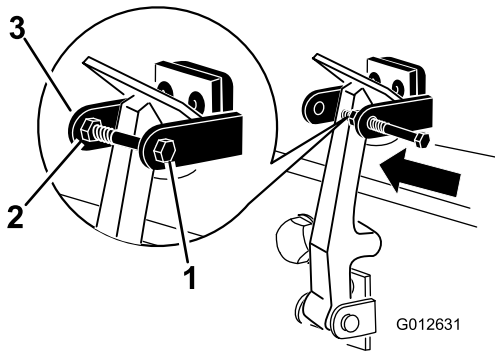

Bild 7
8. Setzen Sie die Schraube in den anderen Arm der Halterung des Motorhaubenriegels, um den Riegel zu arretieren (Bild 7). Ziehen Sie die Schraube (nicht die Mutter) an.